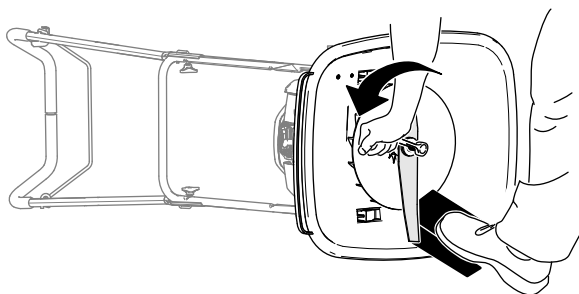

Figure 21
3. Immobilisez la lame avec un morceau de bois (Figure 21).
4. Déposez la lame à l'aide d'une clé en tournant le boulon dans le sens antihoraire (Figure 21).